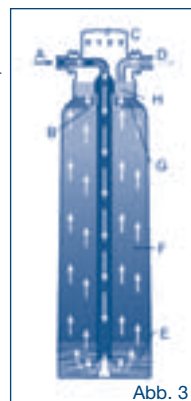

Abb. 3
Das Rohwasser (A) fließt der Filterkerze zu (Abb. 3). Im Bereich (E) werden Partikel über einen Vorfilter entfernt und über Aktivkohle werden Geruchs- und Geschmacksstoffe, wie z.B. Chlor entfernt. Dann wird das Wasser mittels Ionenaustauscher (F) entcarbonisiert, mit Aktivkohle (G) aufbereitet und schließlich filtriert (H).